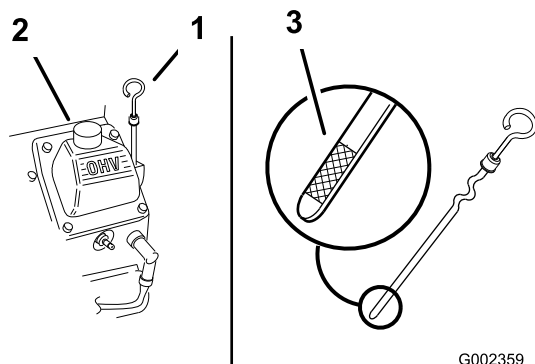

Figura 23
3. Pulite attorno all'asta di livello (Figura 23) in modo che la morchia non possa penetrare nel foro di rifornimento e danneggiare il motore.
4. Svitare l'asta di livello dell'olio e pulitene l'estremità (Figura 23).
5. Inserite a fondo l'asta di livello nel tubo di rifornimento, senza avvitarla (Figura 23).
6. Versate lentamente nel tubo di rifornimento (Figura 23) l'80% circa dell'olio indicato.